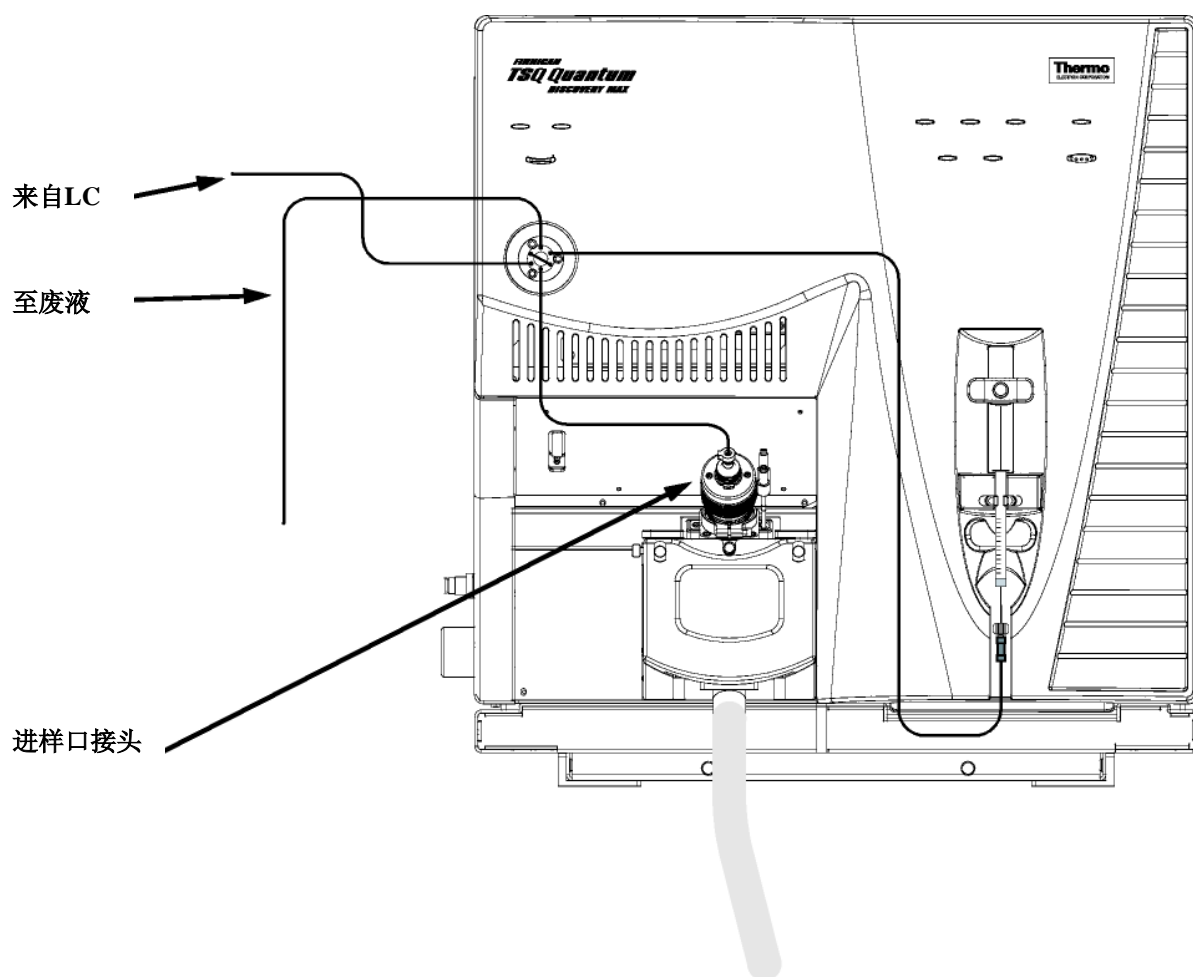

图7-1. 通过定量环进样向LC流动相引入样品的APCI/MS进样系统管线连接
下面给出了如何通过定量环进样引入用户的化合物的步骤。图7-1显示了从注射泵向LC流动相引入样品的APCI/MS进样系统的管线连接。
- c. 用手紧接头和压盖箍将管线的另一端连接到进样口接头上（LC入口）（图7-1）。